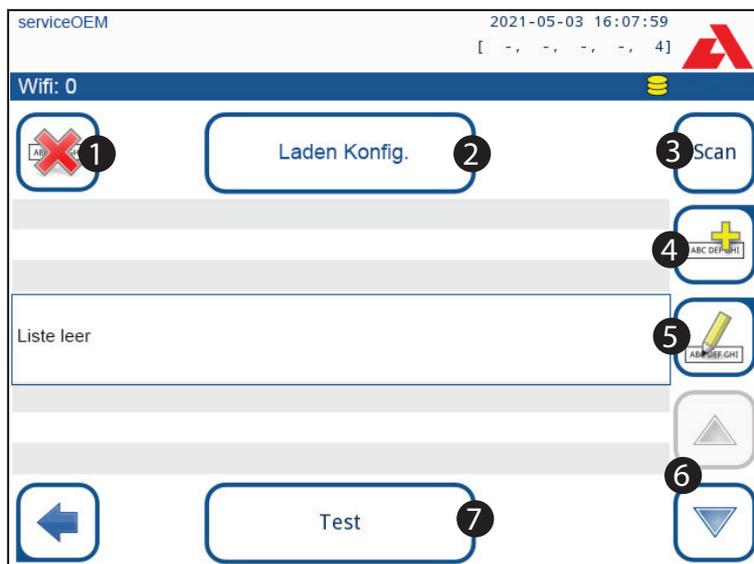

Abbildung 48: Wi-Fi Einstellungen (zugänglich über das Menü der Ethernet Einstellungen)
2. Die Schaltfläche **Scan** drücken. Alle verfügbaren Netzwerke in der Umgebung werden nach Signalstärke sortiert angezeigt. Die Pfeiltasten **Hoch** und **Runter** (Nummer 6 in Abbildung 48) nutzen, um das gewünschte Netzwerk auszuwählen und die Schaltfläche
Hinzufügen (Nummer 4 in Abbildung 48) drücken. Das Passwort mit der angezeigten Bildschirmtastatur eingeben und **OK** drücken.
- Die Schaltfläche **Scan** erneut drücken, um diese auszuschalten. Die Pfeiltasten **Hoch** und **Runter** nutzen (Nummer 6 in Abbildung 48), um den Cursor über das Netzwerk zu positionieren und die Schaltfläche **Test** drücken. Unter dem Namen des Netzwerks wird ein Statustext angezeigt. Wenn der Statustext **Vollständig** anzeigt, dann ist der Analyzer mit dem Netzwerk verbunden.
- Die Schaltfläche **Hinzufügen** (Nummer 4 in Abbildung 48) drücken. Die ESSID (Name) und das Passwort der neuen Wi-Fi Verbindung mit der angezeigten Bildschirmtastatur eingeben.
- Die Pfeiltasten **Hoch** und **Runter** nutzen (Nummer 6 in Abbildung 48) um den Cursor über das Netzwerk zu positionieren, welches verwendet werden soll. Die Schaltfläche **Test** (Nummer 7 in Abbildung 48) drücken. Unter dem Namen des Netzwerks wird ein Statustext angezeigt. Wenn der Statustext **Vollständig** anzeigt, dann ist der Analyzer mit dem Netzwerk verbunden.
4. Die Schaltfläche **Konfiguration laden** (Nummer 2 in Abbildung 48) um die zip-Konfigurationsdateien vom USB-Stick zu laden. Das System entpackt und speichert die Dateien auf dem USB-Stick im Ordner `/usr/local/WIFI`.
2. Die Pfeiltasten **Hoch** und **Runter** (Nummer 6 in Abbildung 48) nutzen, um den Cursor über das Netzwerk zu positionieren, welches gelöscht oder bearbeitet werden soll.
3. Die Schaltflächen **Löschen** oder **Bearbeiten** (Nummer 1 bzw. 5 in Abbildung 48), drücken. Den Anweisungen und Meldungen auf dem Bildschirm folgen.